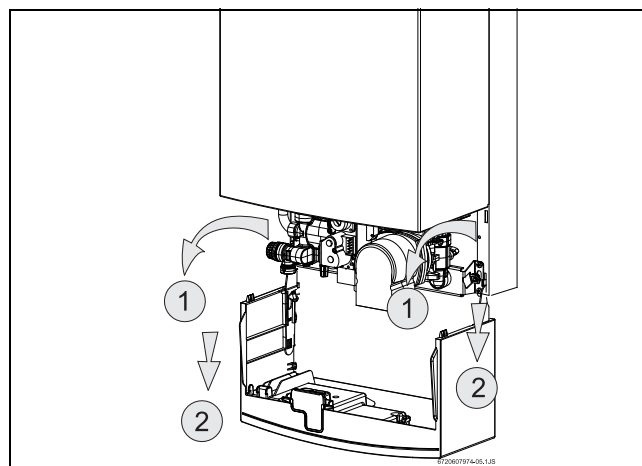

Fig. 10 Poziție pentru service pentru acces la sistemele de apă și electricitate
- ▶ Pentru a scoate complet panoul de comanda, când este poziționat ca în Fig. 10, se ridică și se trage în față.
- ▶ Se rabate în jos panoul de comandă (vezi fig. 10).